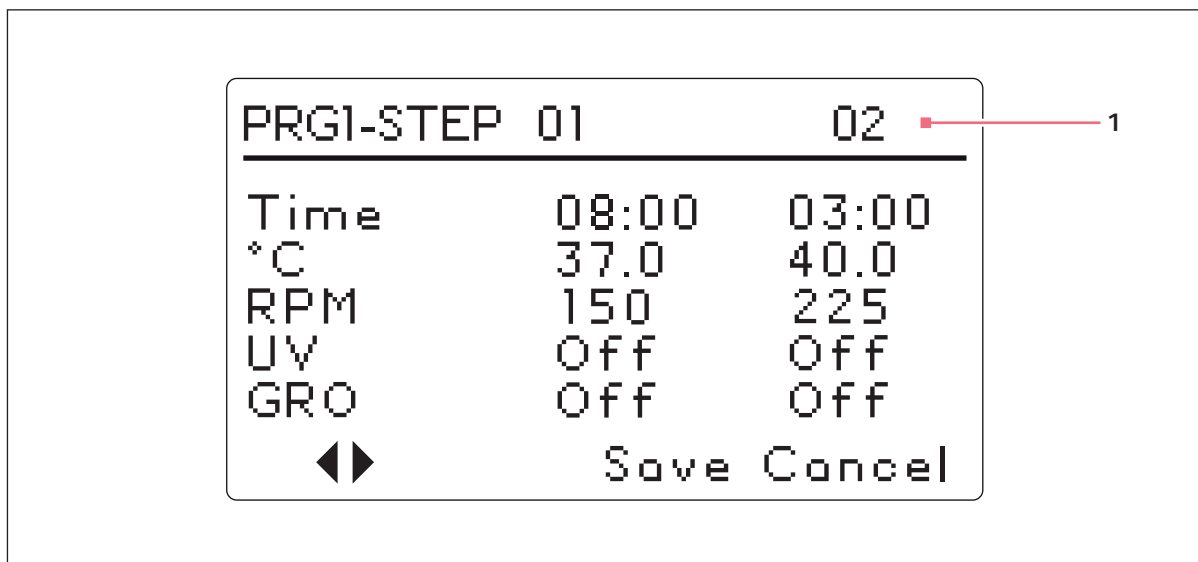

Fig. 5-13: Programa 1, Passo 2
6. Para configurar a temperatura desejada (°C de 4,0 a 80,0) para o período de tempo que configurou, rode o botão de comando (para a esquerda para reduzir, para a direita para aumentar). Quando aparecer o valor desejado, pressione o botão de comando para salvar a configuração. Configuramos o Passo 1 temperatura para **37.0 °C** (aqui Fig. 5-13 na pág. 57).
8. Rode o botão de comando para selecionar a velocidade de agitação desejada (25 a 400 RPM) para este período de tempo, depois pressione o botão de comando para salvar a configuração. Configuramos o Passo 1 velocidade para 150 RPM (aqui Fig. 5-13 na pág. 57).
9. Para programar o Passo 2 (aqui Fig. 5-13 na pág. 57), utilize o botão de comando para realçar as setas no canto inferior esquerdo da tela. Clique no botão de comando para as flechas pulsarem, depois rode o botão de comando para a direita até aparecer o Passo 2. Pressione o botão de comando para trabalhar nesta tela e repita os Passos 3 -10.